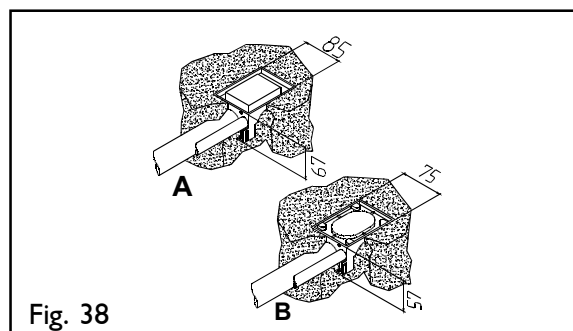

Fig. 38
- A Montage för infälld ram (Fig. 38)
- B Montage för utanpåliggande ram (Fig. 38)
Vid eftergjutnings- eller putsmetoden är det utrymme som behövs för sugdosan vid montering med infälld ram (fig. 38/A) 85x67 mm och vid montering med utanpåliggande ram (fig. 38/B) 75x57 mm. För dammröret och elrören räcker ett utrymme om 75x57 mm.